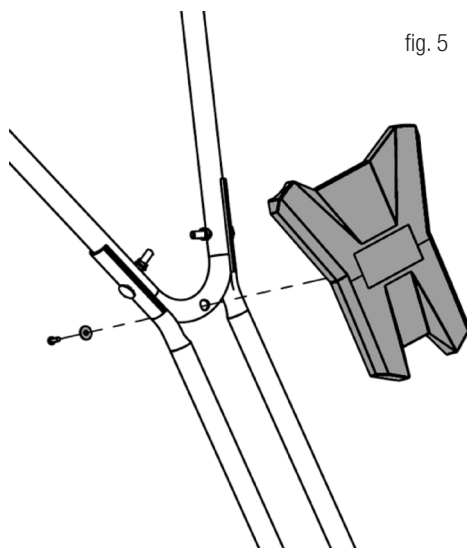

fig. 5
5. Montez le panneau comme indiqué sur la fig 5.